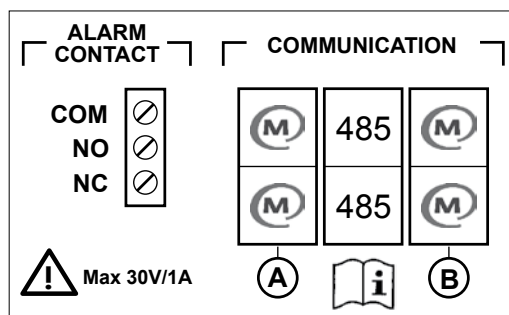
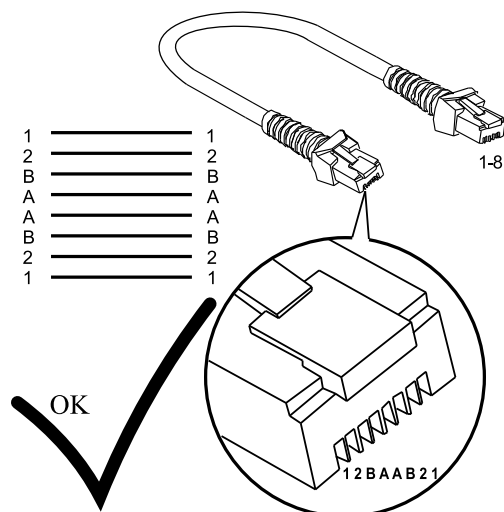

Figura 7-2: Etichetta di comunicazione.
Figura 7-5
- Inserire i connettori e montare il cablaggio di allarme. Per ulteriori informazioni vedasi l'etichetta della figura 7-2.
Cfr. figura 7-2, sinistra. I tre contatti di allarme (carico massimo 30 V/1 A) sono Comune (Com), Normalmente aperto (NO) e Normalmente chiuso (NC) (cfr. figura 7-5). Per ulteriori informazioni circa le impostazioni dei contatti di allarme consultare il paragrafo 8.9.5.